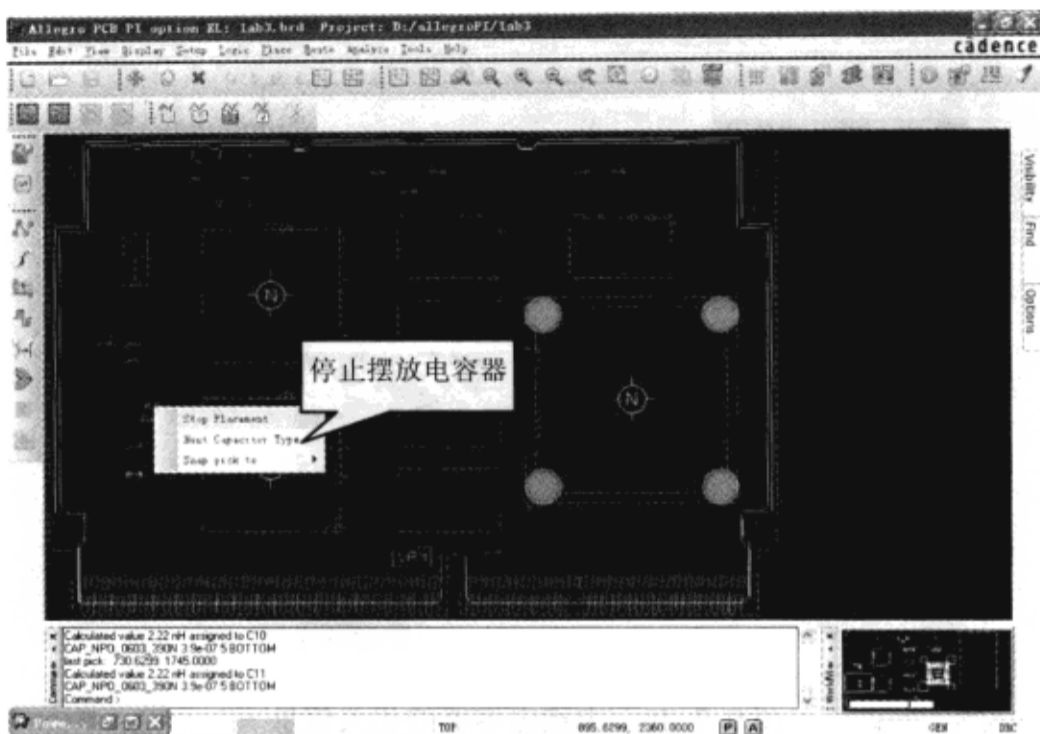

图 9-7-44 停止摆放电容器
(10) 在 Allegro PCB PI option XL 窗口中单击鼠标右键，在弹出的菜单中选择“Stop Placement”，如图 9-7-44 所示。